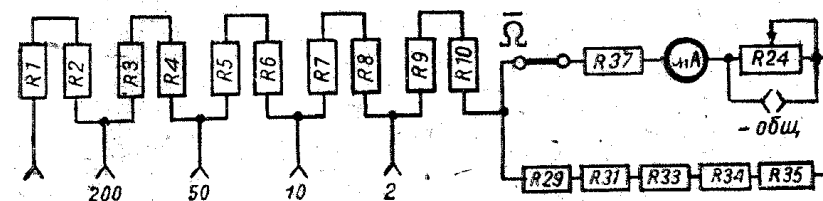

Рис. 3.
3. 3. Измерительная цепь вольтметра постоянного тока (рис. 3)